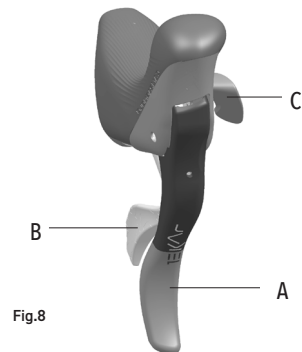

Fig.8
- La leva B (Fig. 8) del comando destro agisce sul cambio facendo salire la catena sul pignone superiore.
- È possibile spostare la leva B (Fig. 8) di più click consecutivi per far salire (al massimo di 3 pignoni) la catena con un solo movimento.
- La leva C (Fig. 8) del comando destro agisce sul cambio facendo scendere la catena sul pignone inferiore.